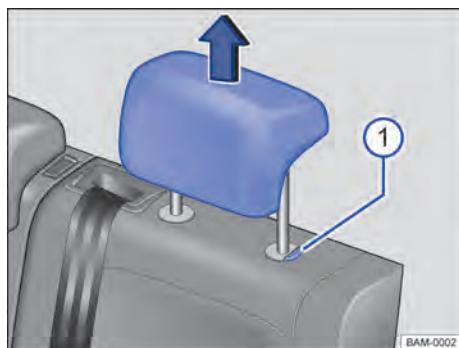

Fig. 68 Apoyacabezas traseros: desmontar.
- Retirar el apoyacabezas con la tecla → **fig. 68 ①** presionada.
- Empujar el apoyacabezas hacia abajo con la tecla → **fig. 68 ①** presionada.